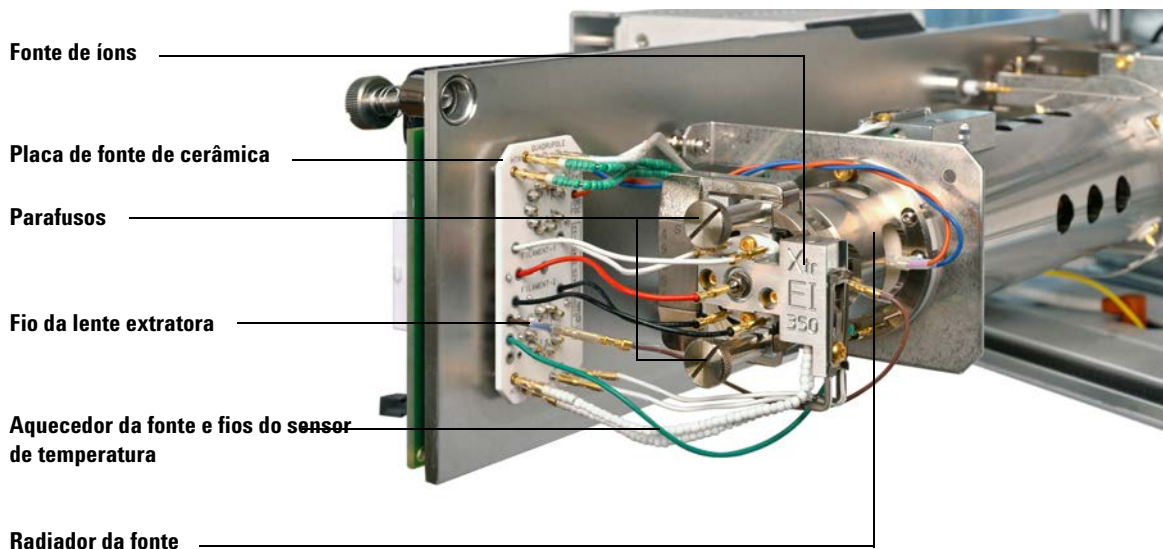

Figura 50 Instalação da fonte de EI
- 1 Deslize a fonte de íons para dentro do radiador da fonte. (Consulte Figura 50).
- 2 Insira e aperte manualmente os parafusos da fonte. Não aperte demais os parafusos de aperto manual. (Consulte Figura 50).